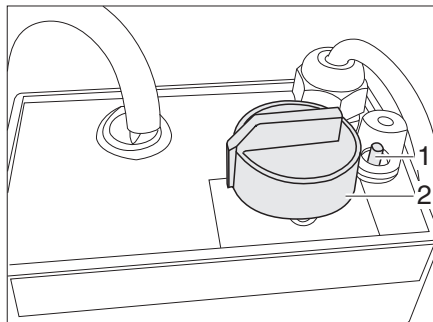

Bild 111 Regler für elektrische Fußbodenerwärmung
- Den Drehregler (Bild 111,2) auf die gewünschte Heizstufe drehen.
- Den Drehregler (Bild 111,2) auf Stellung "0" drehen.
Wenn der Regler überlastet wird, spricht der Überlastungsschutz an. Der Stift (Bild 111,1) springt heraus.
- Den Stift (Bild 111,1) am Überlastungsschutz eindrücken, wenn der Regler abgekühlt ist.